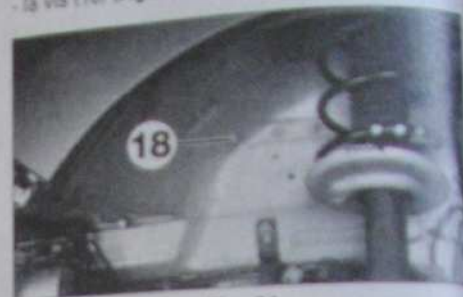
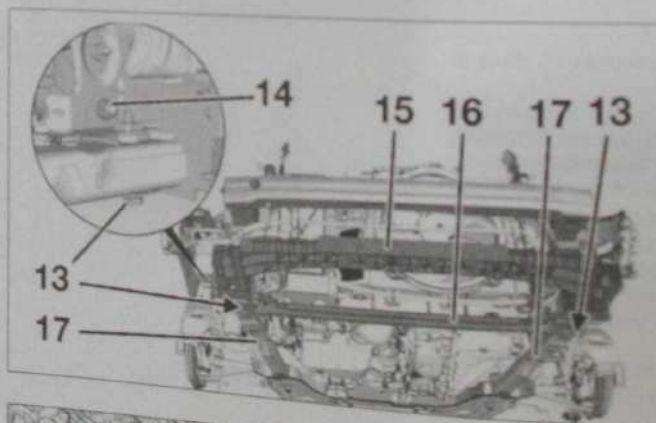

Fig. 91
Fig. 90
- les 2 vis (13) (Fig. 90).
- les 2 écrous (14).
- l'ensemble poutre pivot (15), traverse (16) et allonges de berceau (17).
- la vis (18) (Fig. 91).